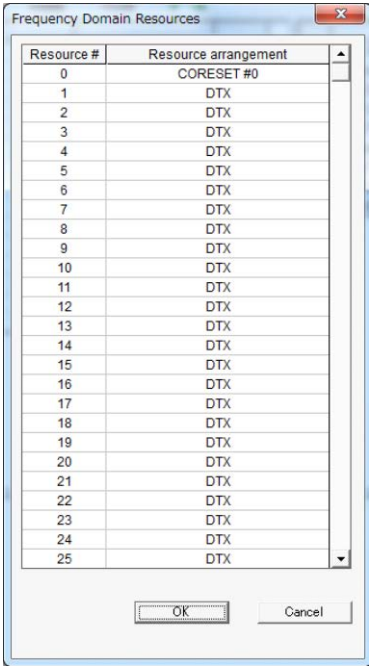

図3.2.1.1-1 RB arrangement の設定
9. ツリービューの [Slot #0] の [RB arrangement] をダブルクリックし、図 3.2.1.1-1 のように Resource #0 にのみ CORESET #0 を設定します。